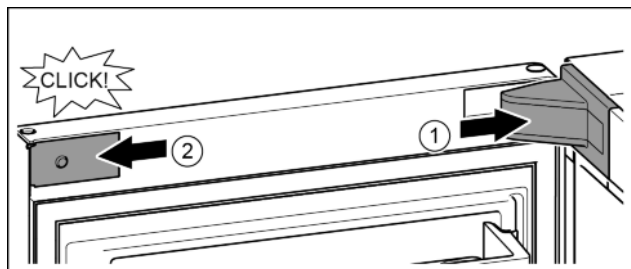

Fig. 25
- ▶ Поставете и фиксирайте капачката на лагерната стойка, при нужда внимателно го натиснете настрани. Fig. 25 (1)
- ▶ Поставете странично капачката и я фиксирайте. Fig. 25 (2)